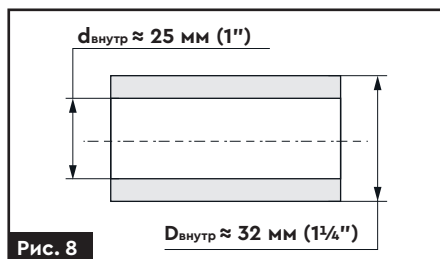

Рис. 8
2. У разі під'єднання до магістрального водопроводу діаметр труби в місці приєднання вхідного патрубка має бути не менший, ніж 1 1/4" (рис. 8).